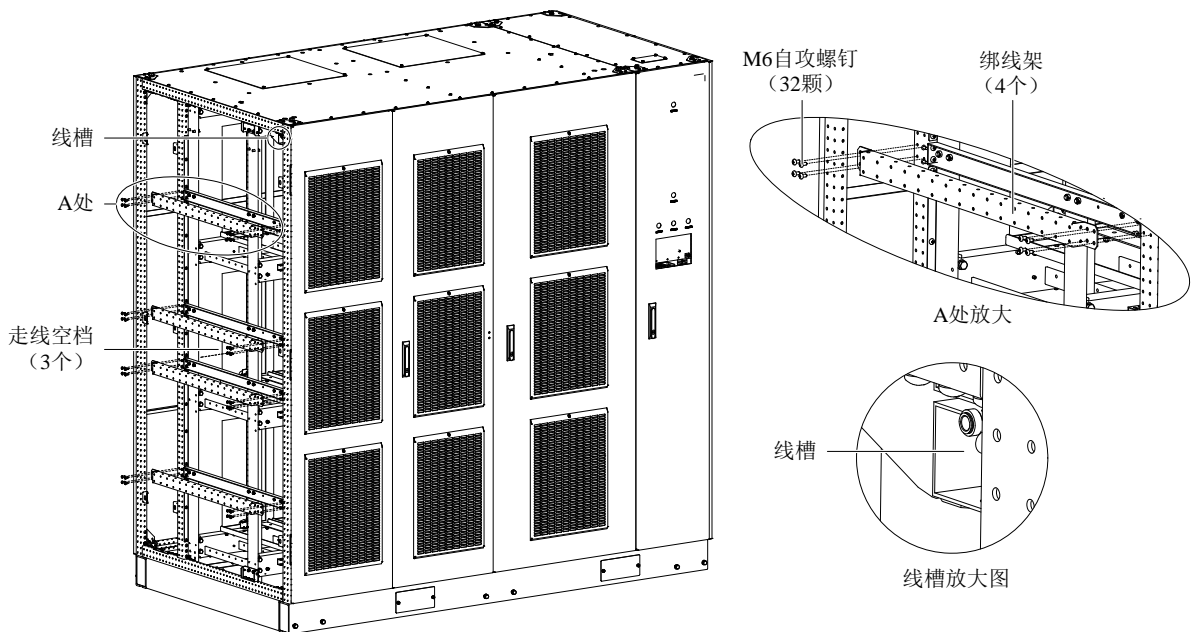

图2-21 拆除绑线架
- b. 拆卸固定绑线架的 M6 自攻螺钉，取下绑线架，如图 2-21 所示。
3) 将高压电缆通过 3 个走线空档分别放入柜体 1；将低压电缆通过线槽放入柜体 1，如图 2-21 所示。